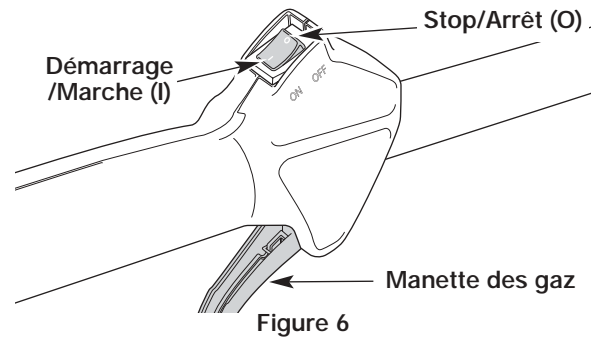

Figure 6
2. Mettez la commande Marche/Arrêt Stop en position **MARCHE (I)** (Fig. 6).
2. Mettez la commande Marche/Arrêt Stop en position **ARRÊT (O)** (Fig. 6).